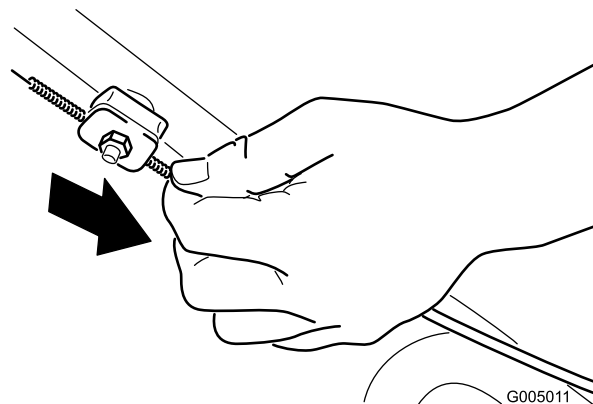

Рисунок 30
2. Потяните трос (по направлению к машине), пока он не ослабнет (Рисунок 30).